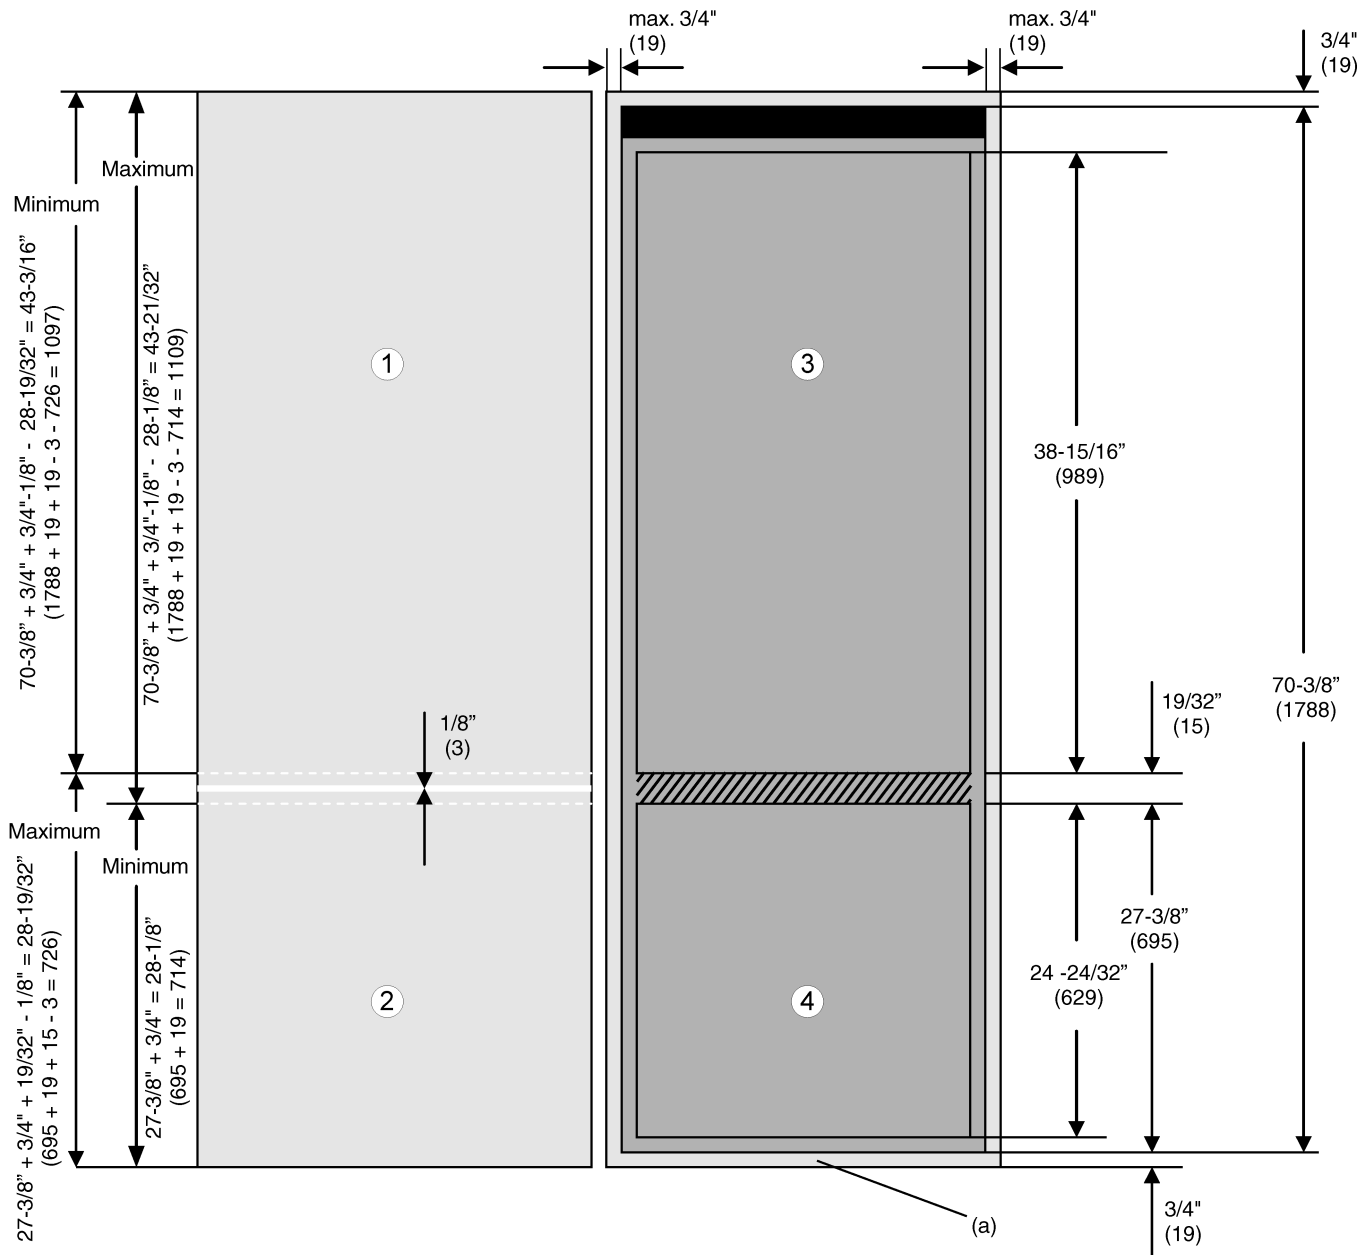

Fig. 3
► Para cubrir la parte frontal de la base Fig. 3 (a): aumente la altura del panel a 27-3/8 in. + 3/4 in. = 28-1/8 in. (695 mm + 19 mm = 714 mm).
Si todavía no se han montado las puertas del mueble, debe haber una ranura entre la puerta del compartimiento congelador Fig. 3 (4) y la puerta del compartimiento frigorífico Fig. 3 (3) de 19/32 in. (15 mm). Después de montar las puertas del mueble, debe haber una ranura entre ambas puertas Fig. 3 (1,2) de aprox. 1/8 in. (3 mm) y ésta se debe situar dentro de la superficie sombreada.